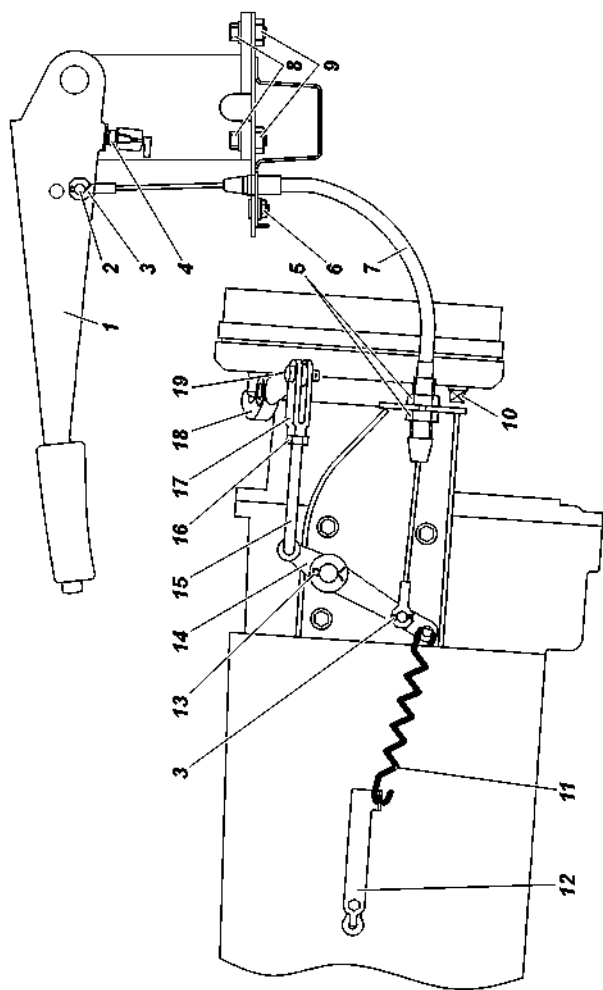

Рис. 9.24. Привод стояночного тормоза трансмиссионный.
**Трансмиссионный стояночный тормоз**, действующий на трансмиссию (рис. 9.24).
2. Переместите рычаг стояночного тормоза 1 (рис. 9.24) в крайнее нижнее положение.